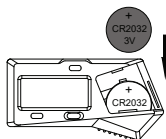

fig. 2
- Coloque a bateria CR2032 no compartimento da bateria, o lado positivo da bateria (+) deve estar voltado para fora (fig. 2)